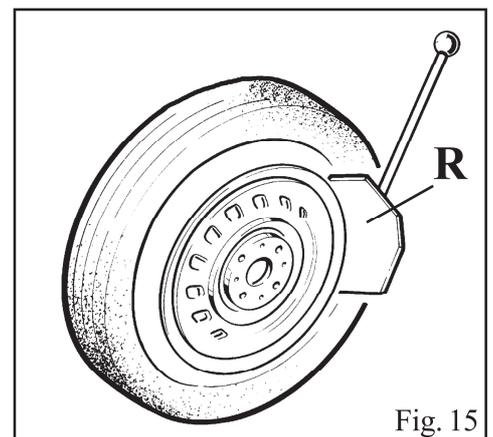

Fig. 15
- Posizionare la ruota contro i fermi in gomma sul lato destro dello smontagomme (S).
- Posizionare lo stallonatore (R) contro il tallone del pneumatico ad una distanza di circa 1 cm dal cerchio (fig. 15). Fare attenzione alla paletta che deve premere correttamente sul pneumatico e non sul cerchio.
- Premere il pedale (U) per attivare lo stallonatore e rilasciarlo quando la paletta ha raggiunto la fine della sua corsa o comunque al termine della stallonatura.